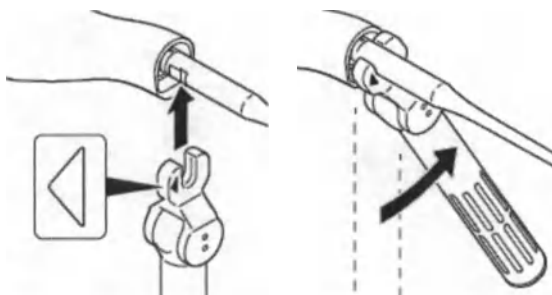

Рисунок 115 — Ослабление наконечника для ирригации
6. С помощью динамометрического ключа ослабьте наконечник для ирригации на рукоятке (рисунок 115).